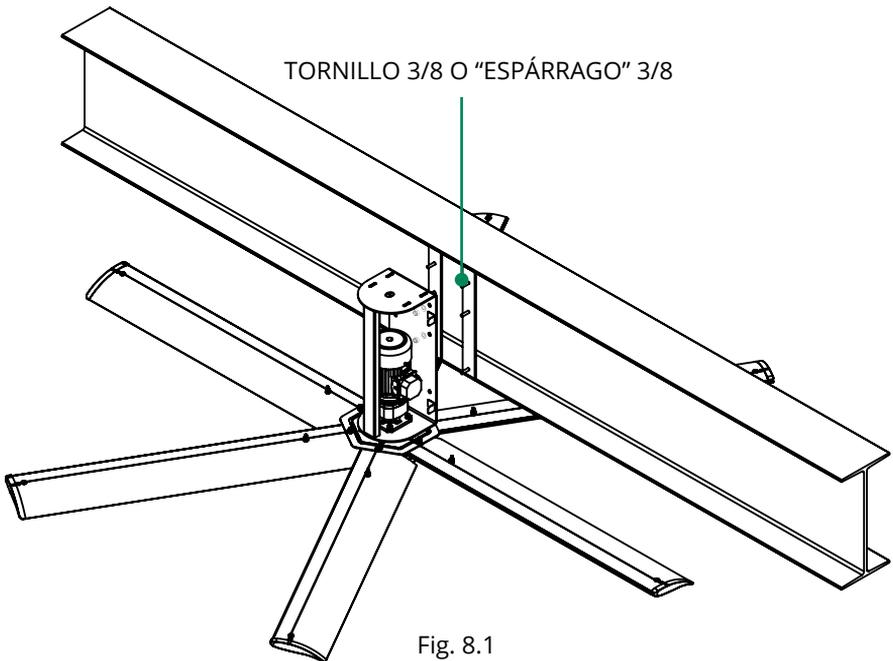

Fig. 8.1
8.2 Coloque los tornillos de 3/8" ó Espárrago (proporcionados por el cliente) en los ángulos de acero, de manera que la tuerca quede del lado del bastidor como se aprecia en la fig. 8.1